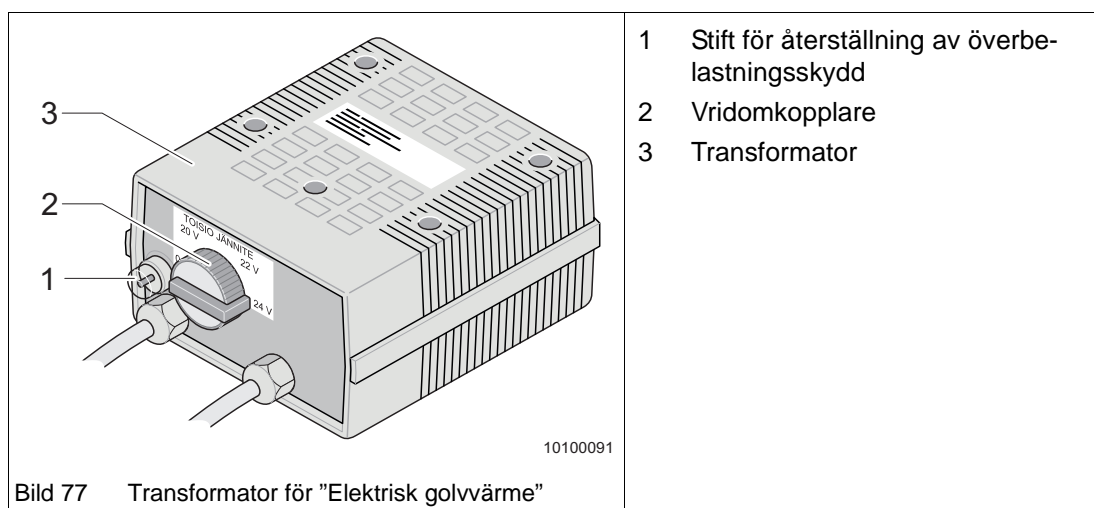

Bild 77 Transformator för "Elektrisk golvvärme"
Transformatorn (Bild 77/3) för elektrisk golvvärme sitter, beroende på modell, i sänglådan eller i garaget.
Den elektriska golvvärmen är utrustad med ett överbelastningskydd. Om transformatorn överbelastas löser dess överbelastningskydd ut. Stiftet (Bild 77/1) fjädrar ut.
- ➔ När transformatorn har svalnat, tryck in stiftet (Bild 77/1) på överbelastningskyddet.